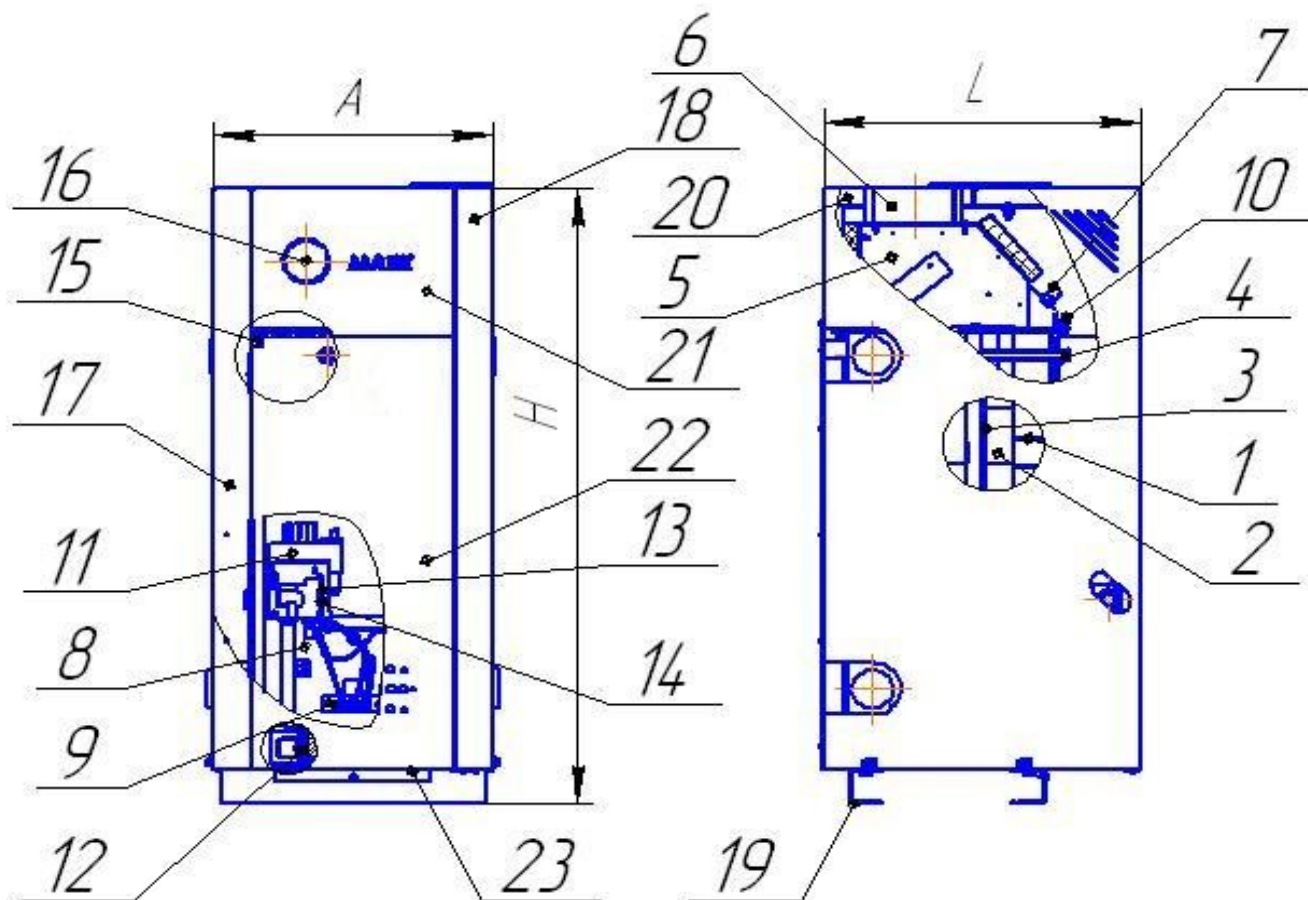

Рисунок 1. Котел опалювальний сталевий
6.2.7 Перевірити тиск газу на вході у газовий клапан через штуцер (поз.13 рис.1) за допомогою манометра. Тиск газу повинен бути не більше 1600 Па (160 мм.вод.ст.) та не менше 640 Па (64
6.2.12 Закрити дверцята котла (рис.1, поз.22).